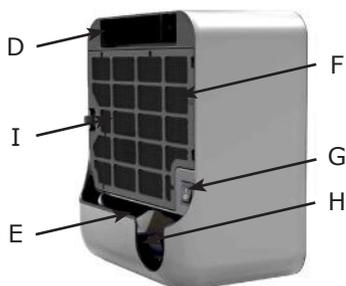

Fig. 3 : Faces latérale et arrière
- Après avoir branché l'appareil, appuyer sur le bouton d'alimentation à l'arrière de l'appareil (G, fig. 3). Un bip retentit.
- Avant tout nettoyage, éteindre l'appareil en appuyant sur le bouton A puis sur l'interrupteur arrière (G, fig. 3).